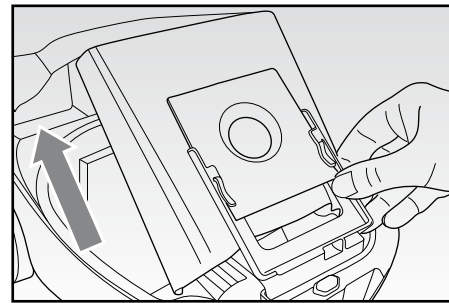

Fig. 8
- Estrarre il sacchetto, prestando attenzione a non strapparlo, fare scivolare la parte di cartone rigida o in plastica nel caso di sacchetto in tessuto, nelle apposite guide (FIG. 8). Gettarlo nel bidone della spazzatura nel caso di sacchetto in carta, oppure svuotarlo ed eventualmente lavarlo con acqua e detergente neutro nel caso di sacchetto in tessuto.
- Rimuovere il sacchetto (FIG. 8).